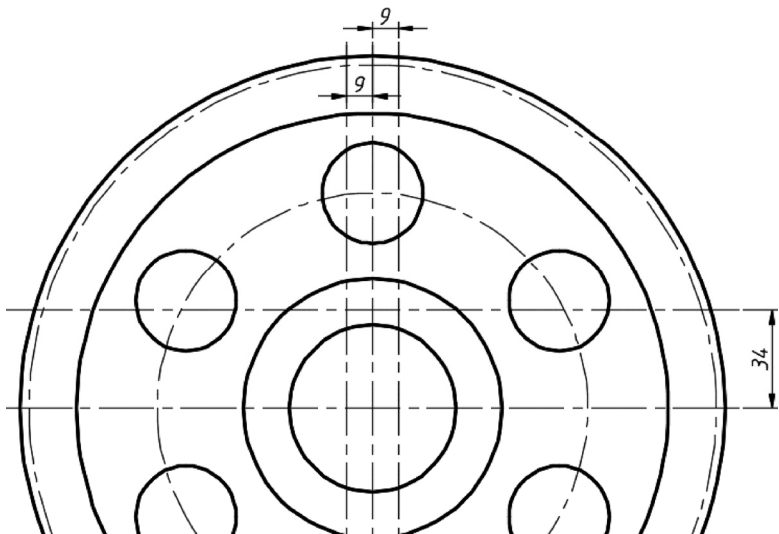

图 13-58 创建 3 条偏移中心线
9) 使用 OFFSET 命令创建 3 条偏移中心线, 如图 13-58 所示, 图中特意给出了相应的偏移距离。